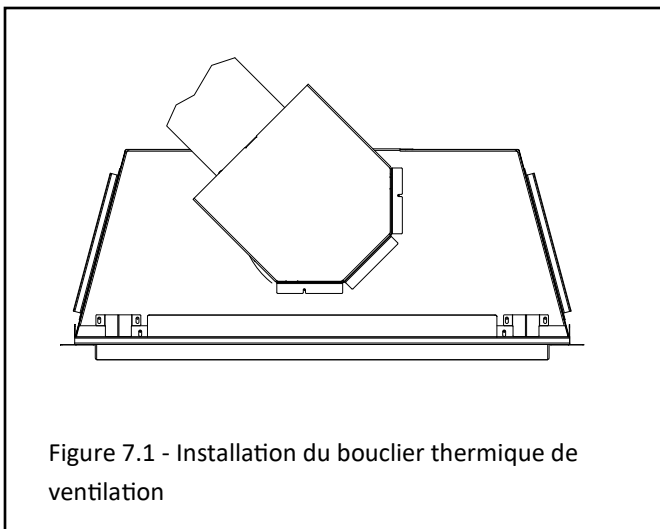

Figure 7.1 - Installation du bouclier thermique de ventilation
- L'écran thermique de ventilation fourni doit être installé dans tous les scénarios de ventilation. Voir les figures 7.1, 7.2 et 7.3. L'ensemble de support et les écrans thermiques sont coupés dans cette image pour mieux montrer l'écran thermique de l'évent.